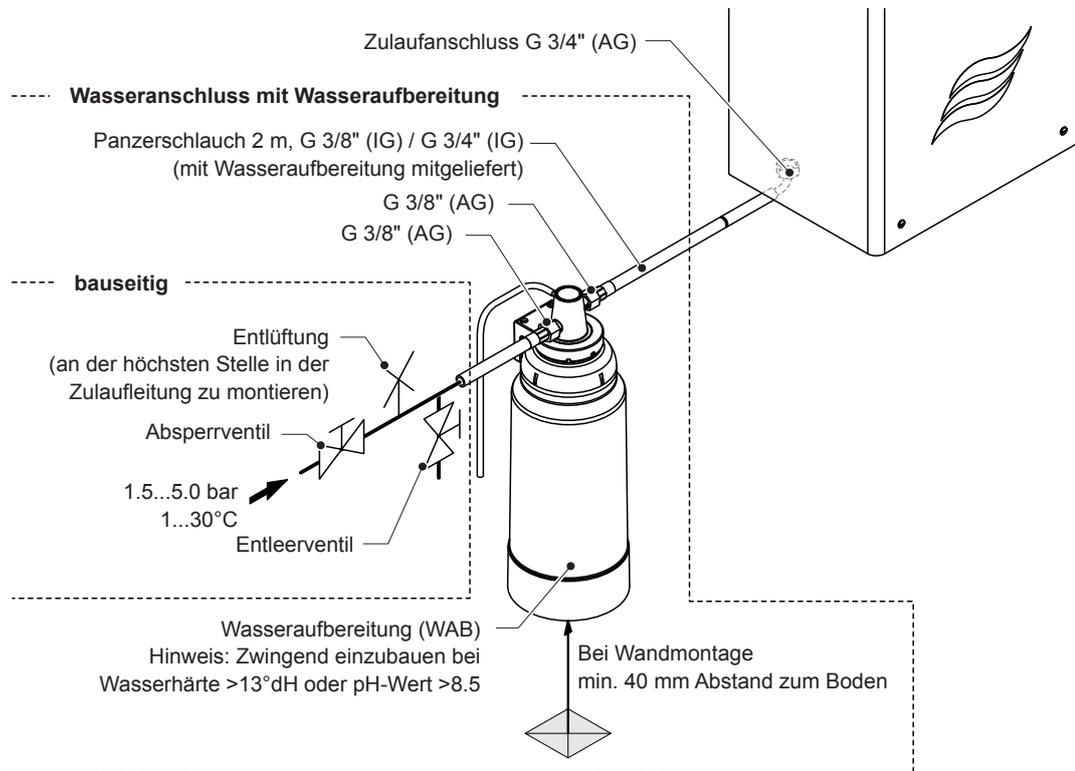

Abb. 21: Frischwasserzulauf mit Wasseraufbereitung
4. Frischwasserzulaufleitung am Eintritt der Wasseraufbereitung und den mitgelieferten Panzerschlauch am Austritt der Wasseraufbereitung und am Zulaufanschluss der Hydraulikeinheit anschliessen (siehe Abb. 21).